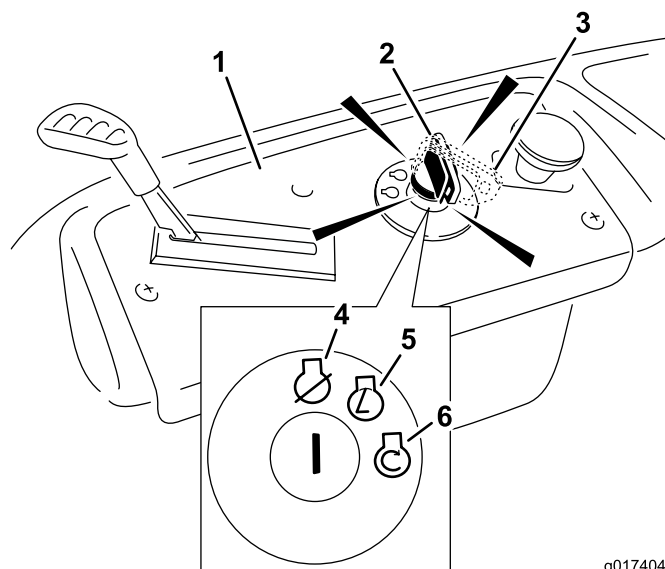

Figura 13
- Girate la chiave di accensione in posizione Start per attivare il motorino di avviamento; Rilasciatela quando il motore si accende (Figura 13).
2. Portate la leva dell'acceleratore in posizione Fast (Figura 13).